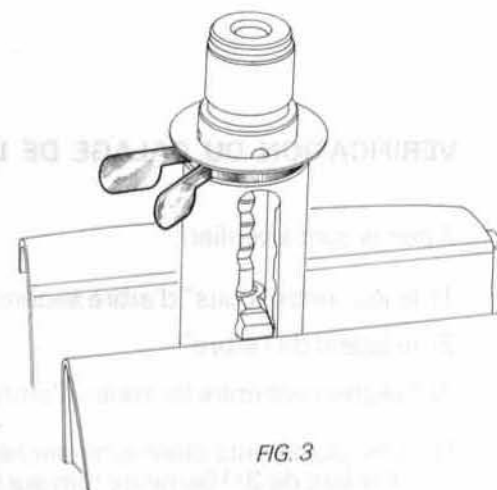

FIG. 3
- Placer la rondelle de latéral et de friction (la moins épaisse) sur les 4 ressorts (fig. 3).